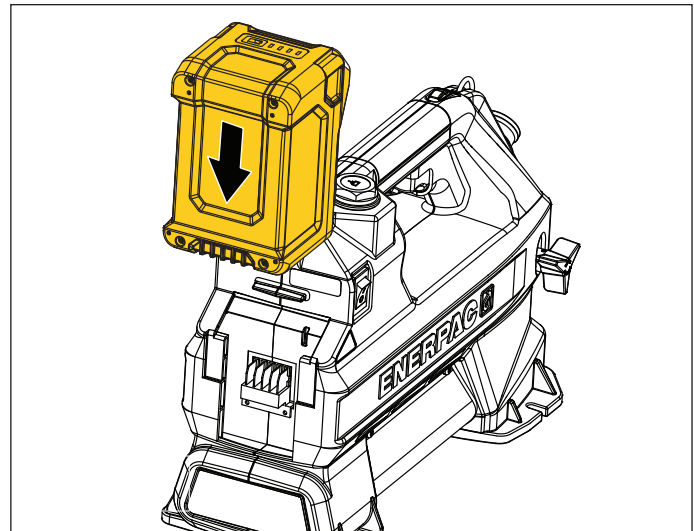

Figura 6: Batería - Instalar
- **Para instalar la batería en la bomba:** Inserte la batería en la interfaz de la batería en la parte trasera de la bomba. Asegúrese de que encaje bien en su posición. Véase Figura 6.